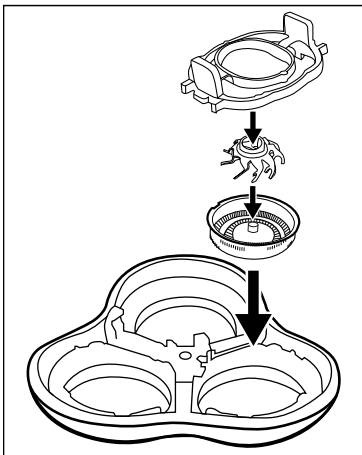

Fig. 4
- 4) Remontez l'unité de rasage ②. Veuillez utiliser pour cela la figure suivante (voir fig. 4).